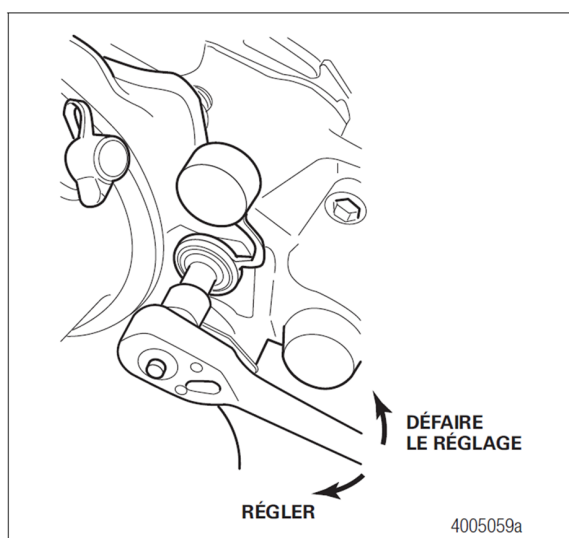

Figure 5.14
1. Pour les extrémités de roues avec freins à disques, dévisser l'étrier de frein jusqu'à ce qu'il y ait un jeu d'environ 1,588 mm (1/16 po) ou plus entre le rotor et la garniture du frein. Se reporter au manuel d'entretien MM-0467, Air Disc Brake (Freins à disques pneumatiques) pour plus d'information sur l'inspection et le réglage des freins à disques DiscPlus™ EX225. Pour obtenir cette brochure, veuillez-vous reporter à la page Remarques concernant l'entretien, sur la couverture intérieure de ce manuel. Figure 5.14.